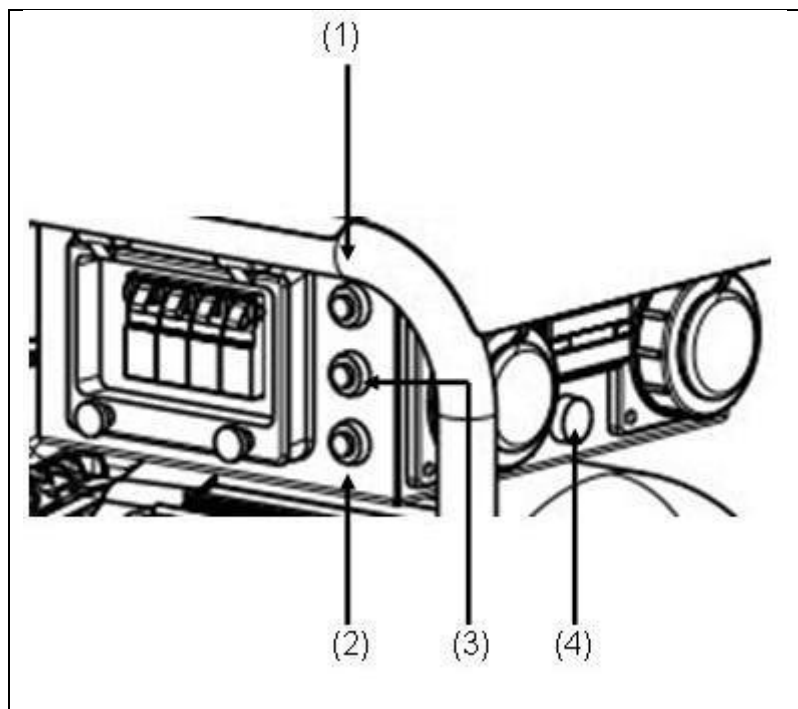

Abb. 3-1: Isolationsüberwachung ohne Abschaltung
Drücken Sie den Testknopf (siehe Abb. 3-1-(2))
✓ Die Lampe (siehe Abb. 3-1-(4)) zeigt das Ergebnis an:
**Hinweis:** Die Hupe kann mithilfe der Taste „Quittierung“ (siehe Abb. 3-1-(1)) quittiert werden.
2. Nach der Überprüfung muss der Reset-Taster (siehe Abb. 3-1-(3)) gedrückt werden um das Gerät wieder zu betreiben.
- ✓ Die Lampe (siehe Abb. 3-1-(4)) zeigt das Ergebnis an:
2. Nach dem abschalten und abstecken des Verbrauchers muss der Reset-Taster (siehe Abb. 3-1-(3)) gedrückt werden um das Gerät wieder zu betreiben.
3. Drücken Sie den Testknopf (siehe Abb. 3-1-(2))
- ✓ Die Lampe (siehe Abb. 3-1-(4)) und die Position des Leitungsschutzschalters zeigen das Ergebnis an:
4. Nach der Überprüfung muss der Reset-Taster (siehe Abb. 3-1-(3)) gedrückt und der Leitungsschutzschalter in Pos. 1 gebracht werden um das Gerät wieder zu betreiben.
2. Nach dem abschalten und abstecken des Verbrauchers muss der Reset-Taster (siehe Abb. 3-1-(3)) gedrückt und der Leitungsschutzschalter in Pos. 1 gebracht werden um das Gerät wieder zu betreiben.